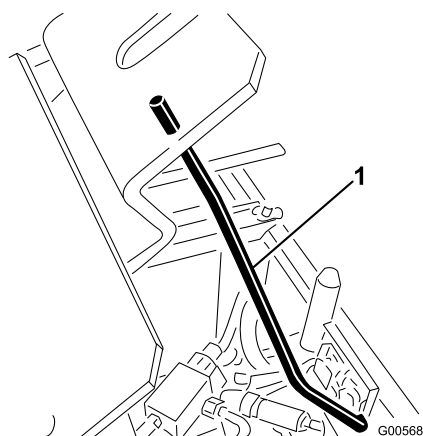

Figure 10
- 4. Maintenez le siège relevé avec la béquille de support (Figure 10).
6. Maintenez le siège relevé avec la béquille de support (Figure 10).